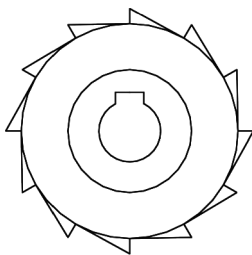

图 5-43 修剪线条
4) 使用“修剪”命令，修剪射线，结果如图 5-43 所示。